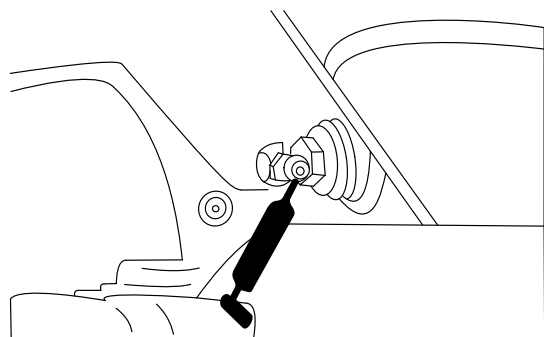

Figure 47
- Pivots d'essieu arrière (Figure 47).